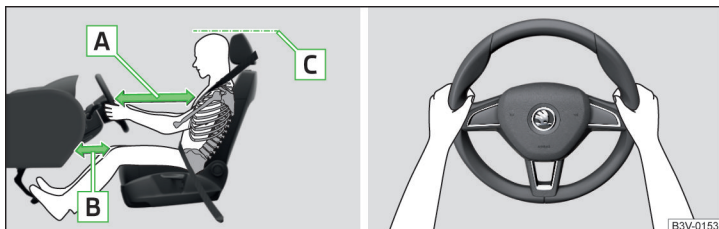

Fig. 15 Position assise correcte du conducteur/position correcte du volant
- ✓ Pour les véhicules avec airbag de genoux côté conducteur, réglez le siège du conducteur en sens longitudinal de façon à ce que la distance » fig. 15 - B entre les jambes et le tableau de bord à hauteur de l'airbag de protection des genoux soit de 6 cm au moins.
- ✓ Ajustez le volant de façon à ce que la distance entre le volant et le buste soit de 25 cm au moins » fig. 15 - A.
- ✓ Réglez l'appuie-tête de façon à ce que le bord supérieur de l'appuie-tête se trouve au moins à la hauteur de la partie supérieure de votre tête » fig. 15 - C (ne concerne pas les sièges avec des appuie-têtes intégrés).
- Pendant la conduite, maintenez le volant latéralement des deux mains sur le bord extérieur dans les positions « 9 » et « 3 » heures » fig. 15. Ne tenez jamais le volant en position « midi » ou de toute autre manière (par exemple au milieu du volant ou par la partie interne). Autrement, il existe un risque de blessures graves aux bras, aux mains et à la tête en cas de déclenchement de l'airbag.
- ✓ Réglez l'appuie-tête de façon à ce que le bord supérieur de l'appuie-tête se trouve au moins à la hauteur de la partie supérieure de votre tête » fig. 15 à la page 20 - **C** (ne concerne pas les sièges avec des appuie-têtes intégrés).
- ✓ Réglez l'appuie-tête de façon à ce que le bord supérieur de l'appuie-tête se trouve au moins à la hauteur de la partie supérieure de la tête » fig. 15 à la page 20 - **C**.